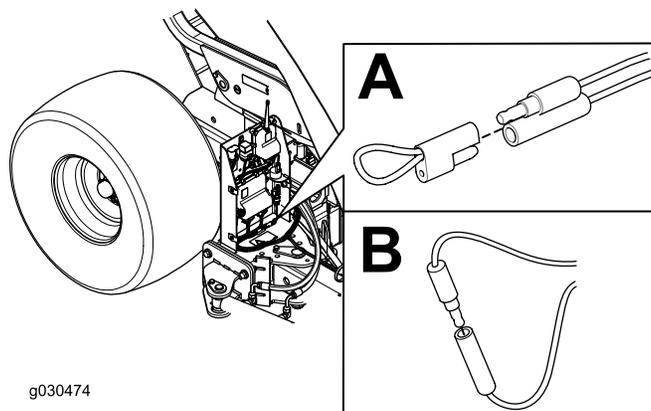

图40
4. 拉掉 2 个并联的诊断接头（图40，A）上系的盖子。
5. 将并联的诊断接头连接在一起（图40，B）。